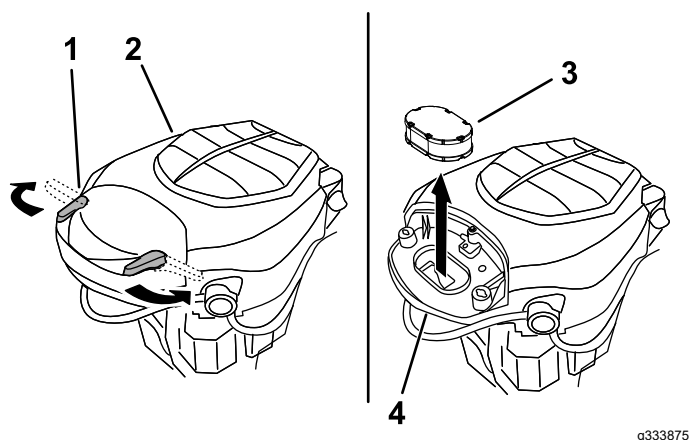

Figura 38
3. Montați capacul și fixați-l cu elementele de fixare (Figura 38).